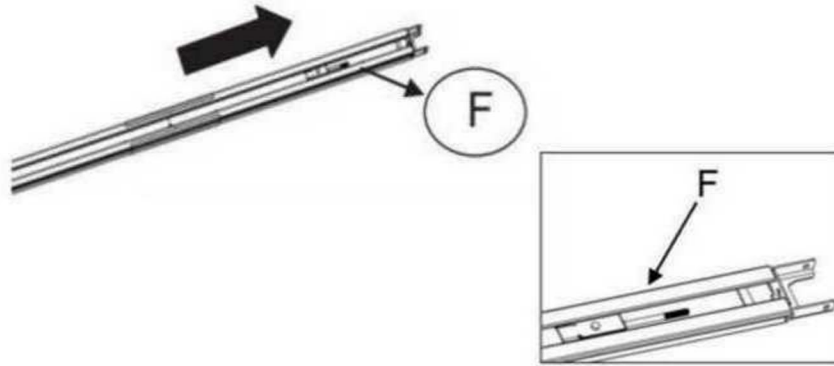

Fig.10
Paso 1. Corte el Cinturón de Plástico; Jale el Tornillo Tensor Junto con la Cadena en el Interior del Riel hasta la Posición Adecuada. (Fig.10).